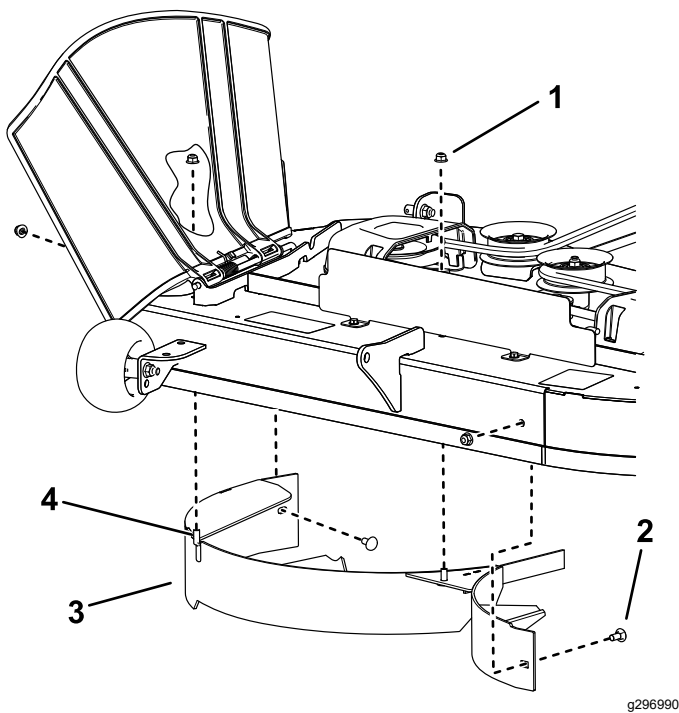

Рисунок 12
4. Отверните 2 контргайки (5/16 дюйма) с приваренных стержней дефлектора (Рисунок 12).
- Отверните 2 каретных болта с 2 контргайками, которые крепят дефлектор к деке, и снимите дефлектор (Рисунок 12).
- Найдите 2 болта в наборе отдельных деталей и используйте имеющиеся контргайки, чтобы установить эти крепежные детали в отверстия, используемые для приваренных стержней (Рисунок 12), для предотвращения выброса мусора.